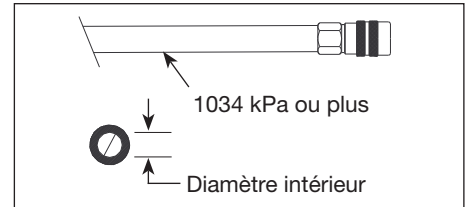

Figure 6 - Exigences du tuyau à air
**BOYAU D'ALIMENTATION D'AIR :** **TOUJOURS** utiliser des boyaux d'alimentation d'air avec une pression de service minimale égale à ou supérieure à la pression de la source de courant, ou 1 034 kPa (150 lb/po2), selon la valeur la plus élevée. Utiliser un tuyau d'air d'au moins 6,4 mm (1/4 po) pour les distances jusqu'à 15,24 m (50 pi). Utiliser des tuyaux d'air de 9,5 mm (3/8 po) pour les distances de 15,24 m (50 pi) ou plus (voir la figure 6 et le tableau 2).